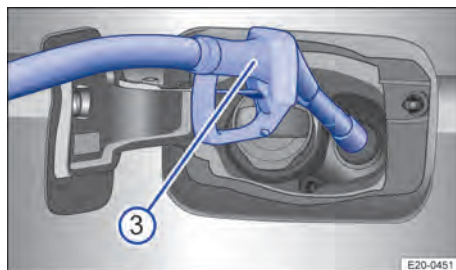

Fig. 167 Ravitaillement en AdBlue avec le pistolet distributeur
1. Orientez la poignée du pistolet distributeur d'AdBlue® vers le bas pour garantir un ravitaillement optimal → fig. 167 ③.
3. Le réservoir d'AdBlue® est plein dès la première coupure du débit par le pistolet distributeur → ①.